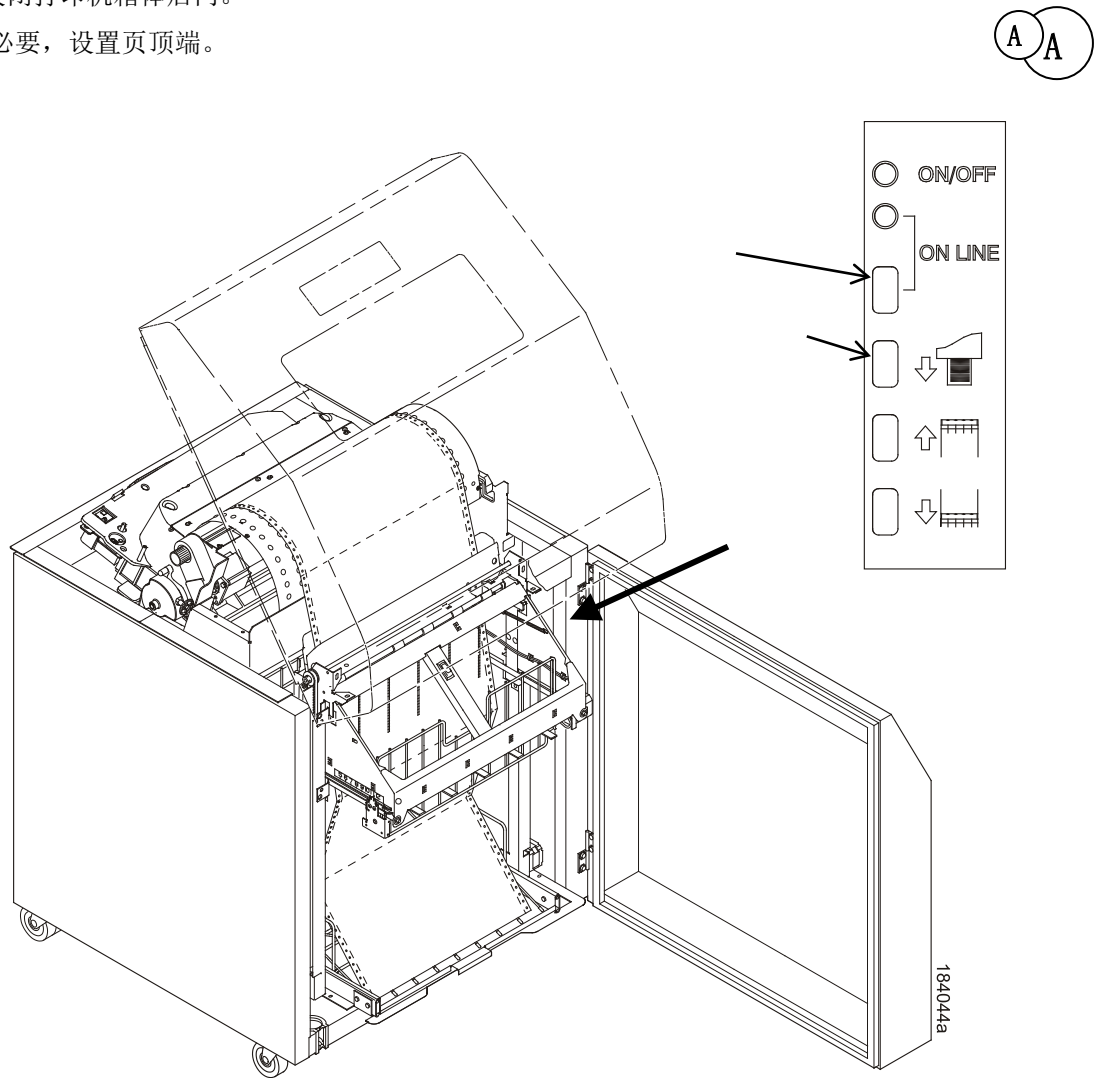

图31. 将纸张放堆叠在钢丝型纸幕罩上
1. 按下“**PAPER ADVANCE (走纸)**”键并手动向下将打印纸装入积纸箱的进纸口。继续走纸，直至纸张到达纸幕罩（若已安装），另外再将三至五张纸放入积纸箱。确保纸张经过积纸箱的进纸口。(见图31. 将纸张放堆叠在钢丝型纸幕罩上)
2. 将后来装入的打印纸置于钢丝型纸幕罩（若已安装）顶部，确保纸张按照自然折叠状态弯曲。(见图31. 将纸张放堆叠在钢丝型纸幕罩上)